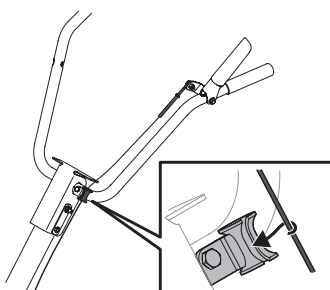

Figura 7
5. Cuando la palanca está en su lugar, insertar el cable del embrague en la guía de cable en el manija como se muestra en la Figura 7.